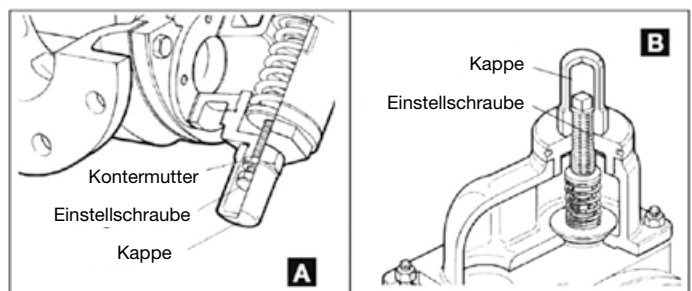

Abb. 9
- Es ist immer ratsam, ein Sicherheitsventil zu verwenden, das auch nach der Installation der Pumpe geliefert und montiert werden kann. Es ist möglich, dass die Druckleitung aus irgendeinem Grund geschlossen wird, während die Pumpe läuft. In diesem Fall erreicht der erzeugte Druck sehr hohe Werte, die die Getriebekomponenten oder Rohrkupplungen gefährden. Das Druckbegrenzungsventil ist außen am Deckel der oder am Pumpengehäuse angebracht und kann von außen kalibriert werden. Wie in Abbildung 9 (A-B) zu sehen ist, kann die Federspannung der Verriegelungsplatte durch Drehen der Einstellschraube unter der Kappe erhöht oder verringert werden.